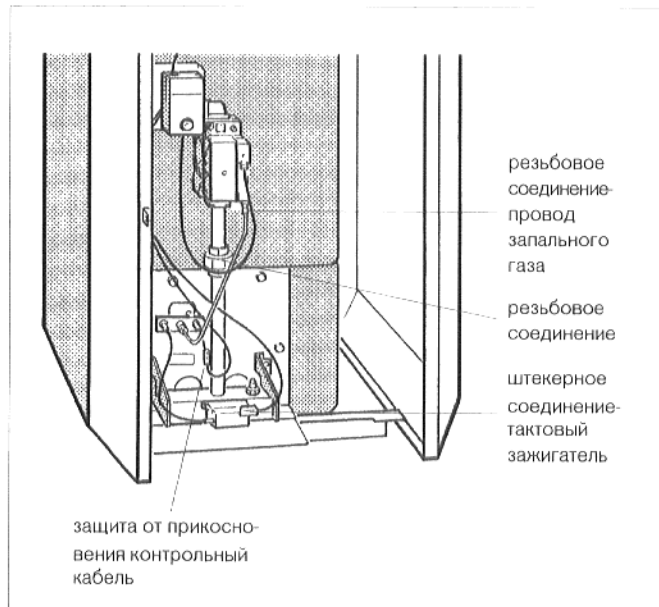

Рис. 42: газовая горелка
- ✦ Ослабить резьбовое соединение запального провода у арматуры (рис. 42).
- ✦ Отделить газовую горелку от арматуры (рис. 42).
- ✦ Устранить защиту от прикосновений у контрольного провода (рис. 42) и разъединить штекерное соединение.
- ✦ Снять штекерное соединение у зажигающего (рис. 42).